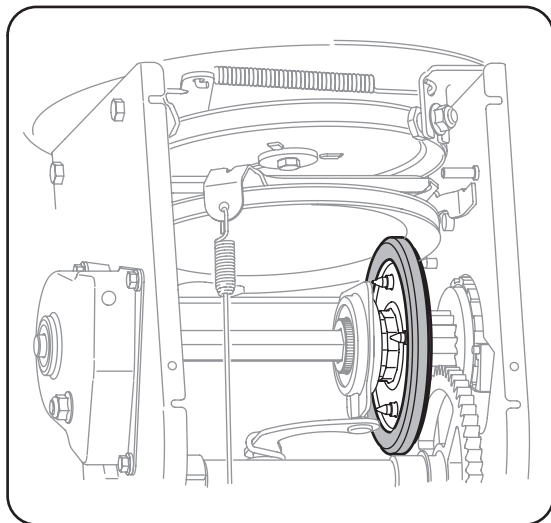

Figure 6-11
4. Examinez soigneusement la roue de frotement pour détecter tout signe d'usure ou de fendillement. Voir la Figure 6-11.
- Utilisez une clé pour pivoter la poulie de tension vers la droite. Voir la Figure 6-11.